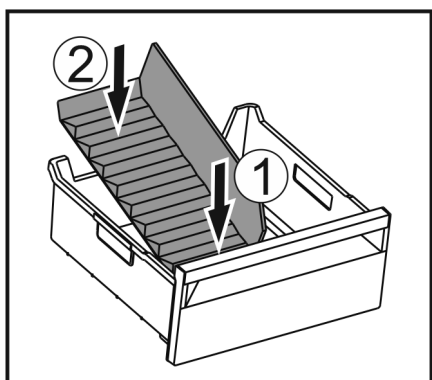

Fig. 75
- ▶ Vstavite sprednji del pregrade predala za led. Fig. 75 (1)
- ▶ Zadnji del pregrade predala za led spustite do dna predala. Fig. 75 (2)